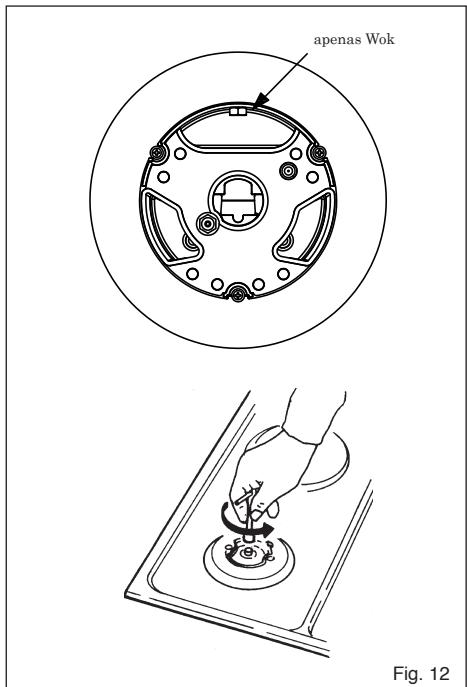

Fig. 12
## Adaptação a diversos tipos de gás (Fig. 12)
- substitua os bicos (Fig.12) com outros próprios ao tipo de gás que utilizar (veja a tabela relativa às "Características das peças a utilizar";